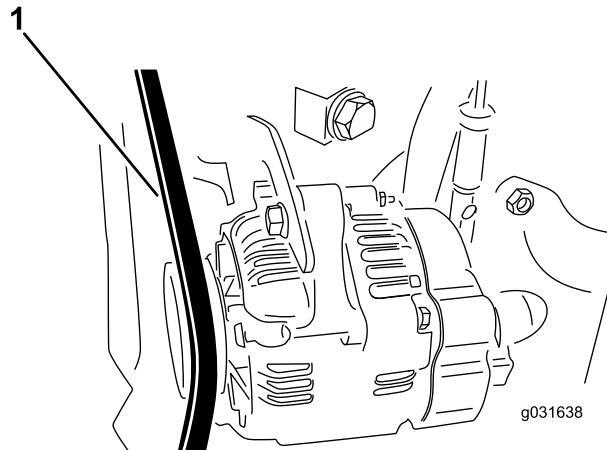

Figura 61
2. Verificate la tensione premendo sulla cinghia, nel punto intermedio tra le puleggi dell'alternatore e dell'albero a gomito con una forza di 30 N·m (Figura 61).